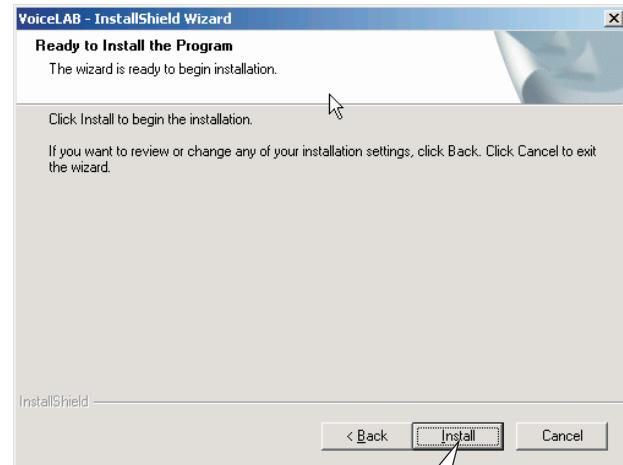

图21
► 点击“Install”按钮，将程序安装到你的硬盘，如图21：